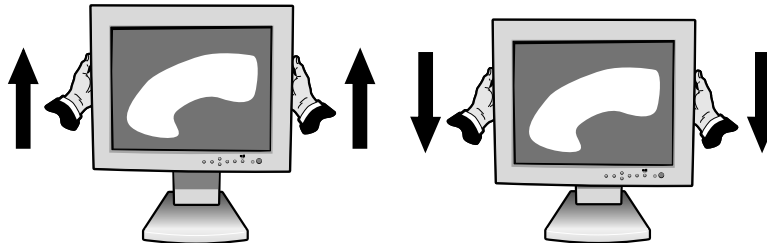

Abbildung RL. 1
2. Legen sie eine Hände auf jede seite des Monitors und heben Sie bis zur höchsten Position an (**Abbildung RL.1**).